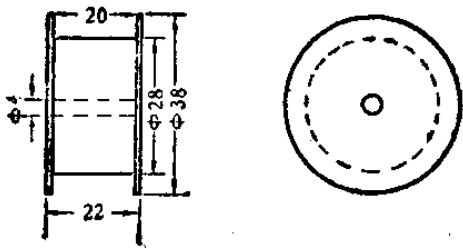

图12-4
4. 大輪: 可請車木工场根据图12-4的尺寸車制木輪四只, 中間